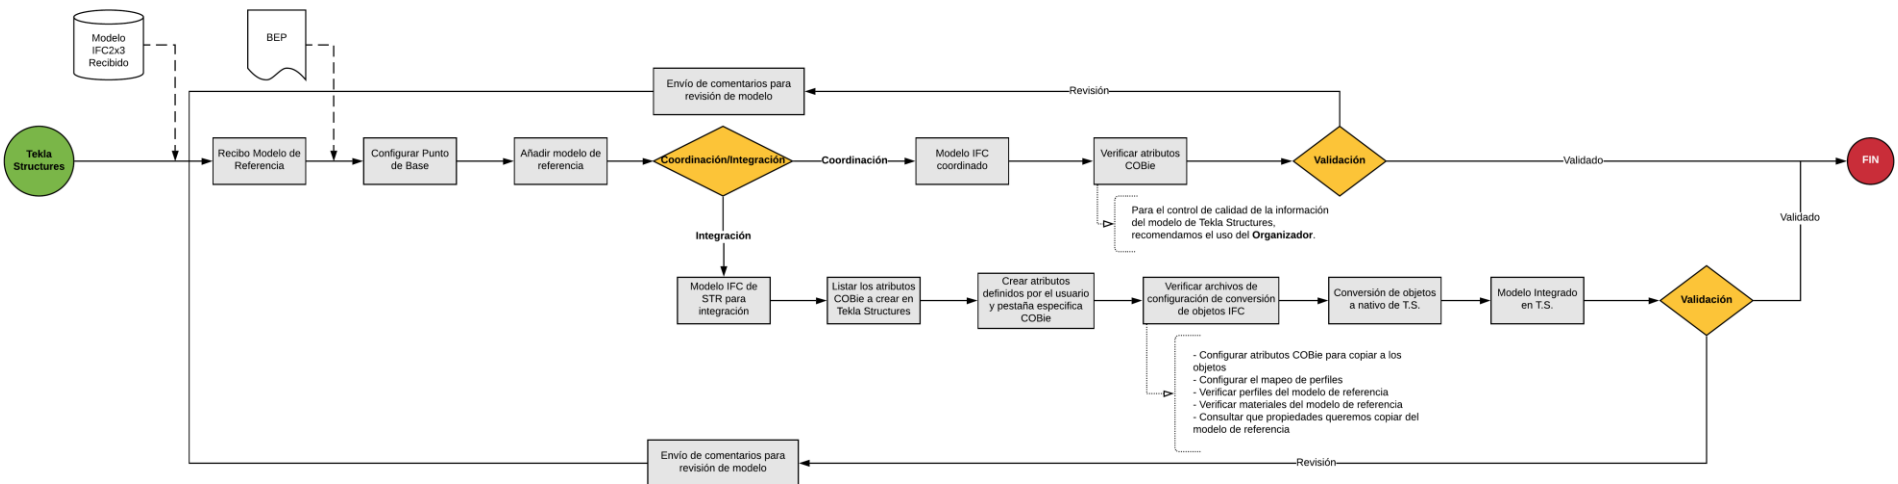

Figura 4 - Flujograma de importación de atributos COBie en modelo IFC de Tekla Structures
- Ver flujograma importación de atributos COBie. (Figura 4)